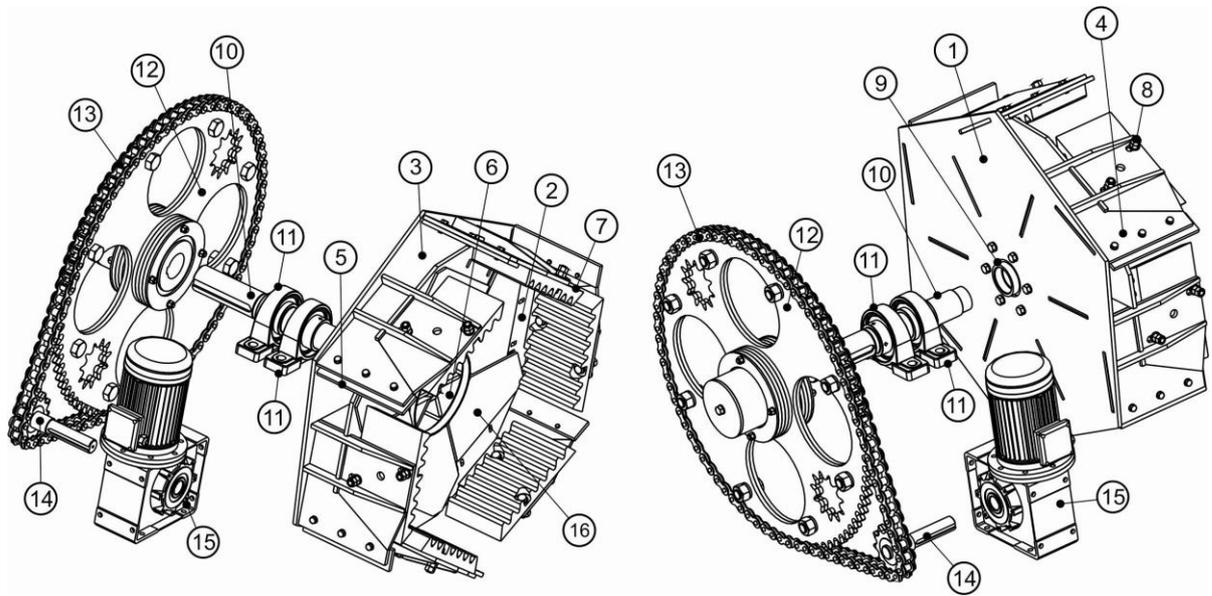

Рис.6 Элеватор
Элеватор и его привод (Рис.6) состоят из: задней шестигранной стенки (1), лобовой стенки (2), образующих направляющие каналы (3), зачерпывающих лопаток (4) с защитными пластинами (5), центральной розетки (6), рифленых отражательных плит (7) и болтов их крепления (8), сварной резьбовой втулки (9), приводного вала (10), подшипниковых опор УСП-216 (11), большой звездочки (12), пластинчатой цепи (13), малой звездочки (14), мотор-редуктора (15), сегментов брони лобовой стенки (16).